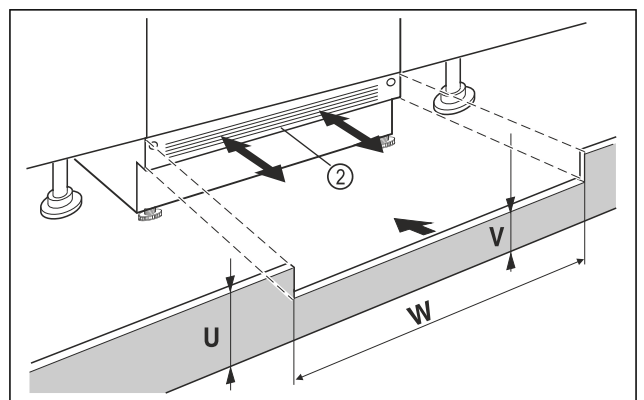

Fig. 39 Voorbeeldweergave
- Plaats de afdekking van de onderkant van het apparaat Fig. 39 (2) maar zet hem nog niet vast.
- Als de sokkelafdekking Fig. 39 (2) zichtbaar is, trek het dan naar voren totdat de voorkant van het ventilatierooster en de sokkelafdekking van het meubel gelijk zijn.
- ▶ Bij een verborgen sokkelafdekking Fig. 39 (2), deze gehele naar achteren schuiven.
- ▶ Controleer of de ventilatiesleuven volledig vrij zijn: Snijd indien nodig de hoogte van de sokkelafdekking Fig. 39 (U) op maat!
- ▶ Pas de hoogte van de balk onder de sokkelafdekking van het apparaat Fig. 39 (W) aan de breedte Fig. 39 (V) van de nis Fig. 39 (2) aan.